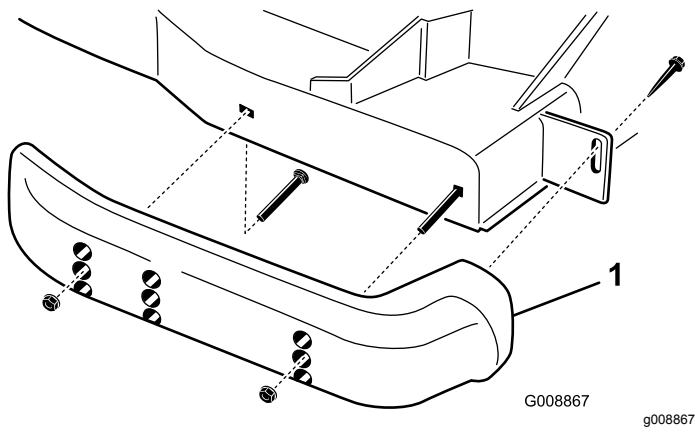

Figure 28
1. Desserrez la vis à l'avant de chaque patin (Figure 28).
2. Retirez les boulons à embase et les écrous de chaque patin (Figure 28).